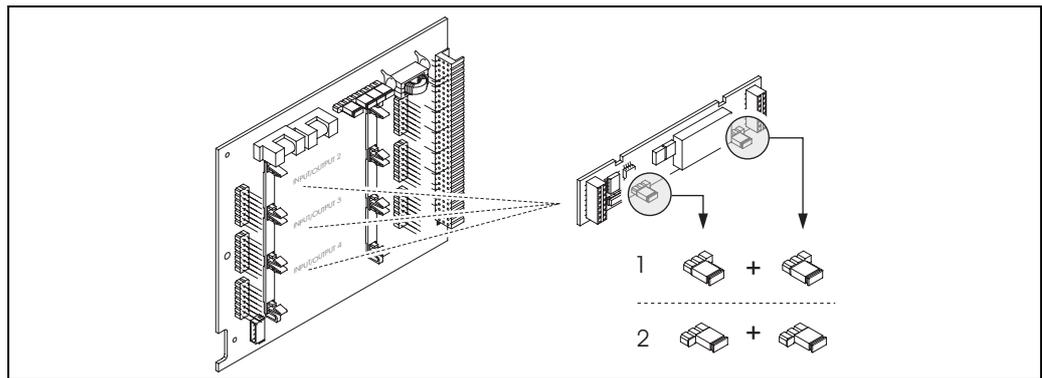

Fig. 54: Configurazione dei contatti relè (NC / NA) per la scheda del modulo flessibile
3. Posizionare i ponticelli → Fig. 54